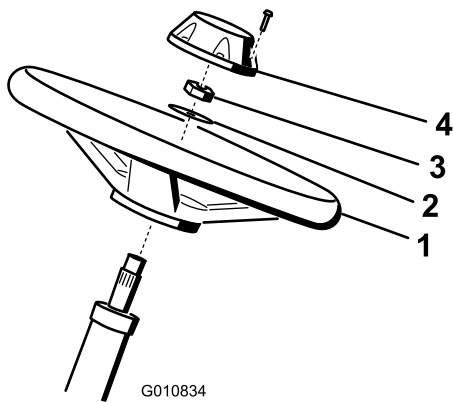

Рисунок 4
1. Наденьте рулевое колесо на рулевой вал (Рисунок 4).
- Наденьте шайбу на рулевой вал (Рисунок 4).
- Закрепите рулевое колесо на валу контргайкой и затяните ее с моментом 27–35 Н·м (Рисунок 4).
- Установите крышку на рулевом колесе и закрепите ее 6 болтами (Рисунок 4).